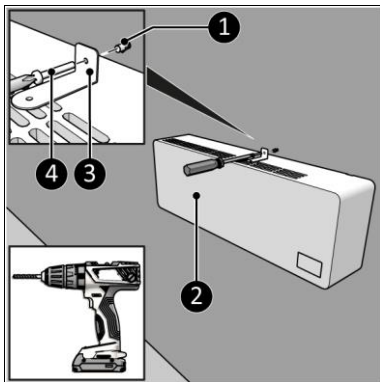

Figure 9
10. Placez le support accompagnant le produit sur le dessus du chauffage (figure 9, pos.2) avec le côté court contre le mur.
13. Percez un trou à l'endroit marqué et insérez une cheville (figure 9, pos. 3).